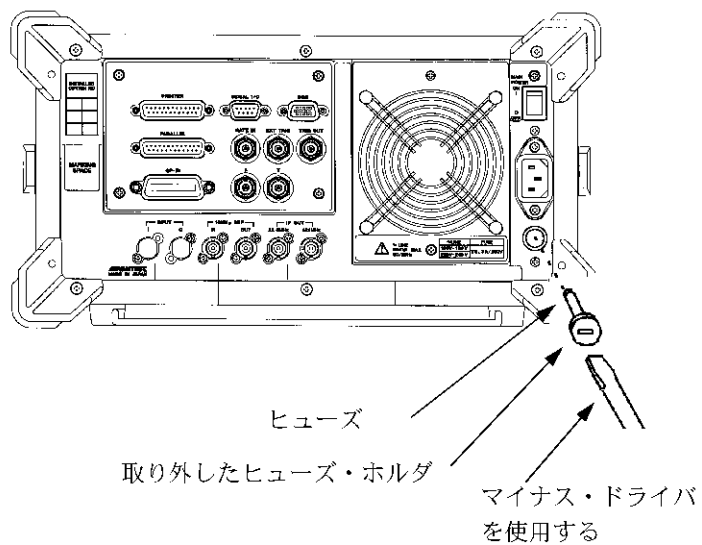

図 1-2 電源ヒューズの交換
4. 背面パネルにあるヒューズ・ホルダを、マイナス・ドライバを使用し取り出します (図 1-2 参照)。